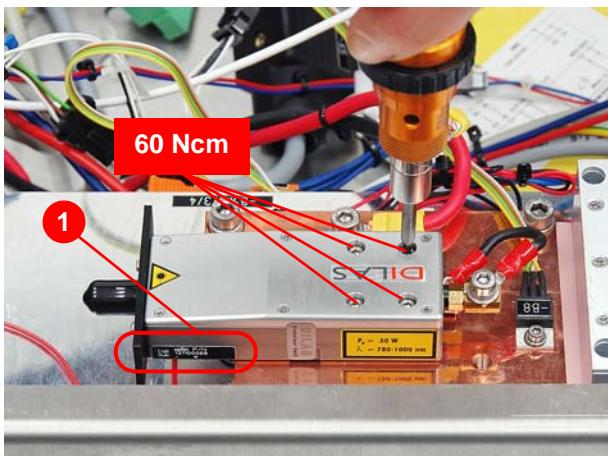

Abbildung 7.69 Diodenmodul einsetzen / festschrauben
Achtung: Vor Einbau des Diodenmoduls kontrollieren, daß sich die korrekte Artikelnummer am Diodenmodul befindet, (1) (Abbildung 7.69)!